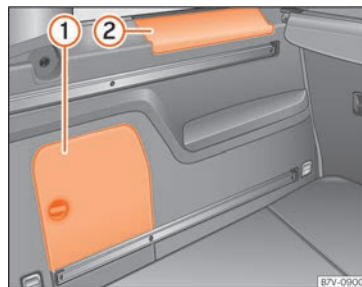

**Fig. 167** En el maletero: compartimento portaobjetos lateral.
En el lateral del maletero hay otros compartimentos » » fig. 167 ① y ②. Para abrir el compartimento ①, gire el cierre en el sentido de las agujas del reloj. Para abrir el compartimento ②, levante la cubierta. En el compartimento ① puede encontrarse el **cambiador de CD** montado de fábrica. En la cubierta del compartimento ① pueden guardarse de modo seguro las cubiertas de los soportes de la bandeja.